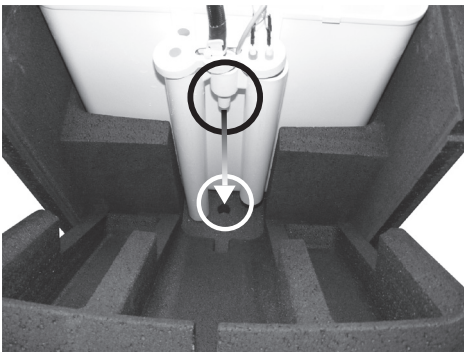

Abb. 4
7. Befestigen Sie den Notüberlaufschlauch an der Rückseite des Salzbehälters und führen Sie ihn durch die Schale ins Abwassersystem (Abb. 4).